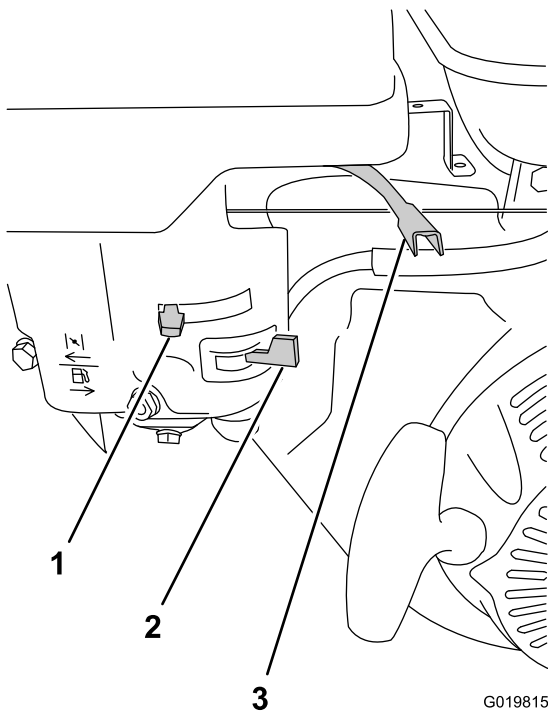

Figura 28
2. Mueva la válvula de combustible a la posición de **ABIERTO**, totalmente hacia la derecha (Figura 28).
3. Mueva la palanca del estarter a la posición de ACTIVADO (Figura 28).